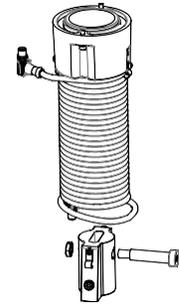

Fig. 2. Cavo spiralato standard.
- 2) Cavo spiralato (Fig. 2):** Il cavo spiralato porta segnali dall'impugnatura al gruppo azionatore che includono la velocità di sollevamento, la direzione di sollevamento e l'arresto di emergenza. Non bloccare il cavo spiralato su oggetti estranei. Non appendere o allentare alcun cavo aggiuntivo o a margherita del cavo spiralato.